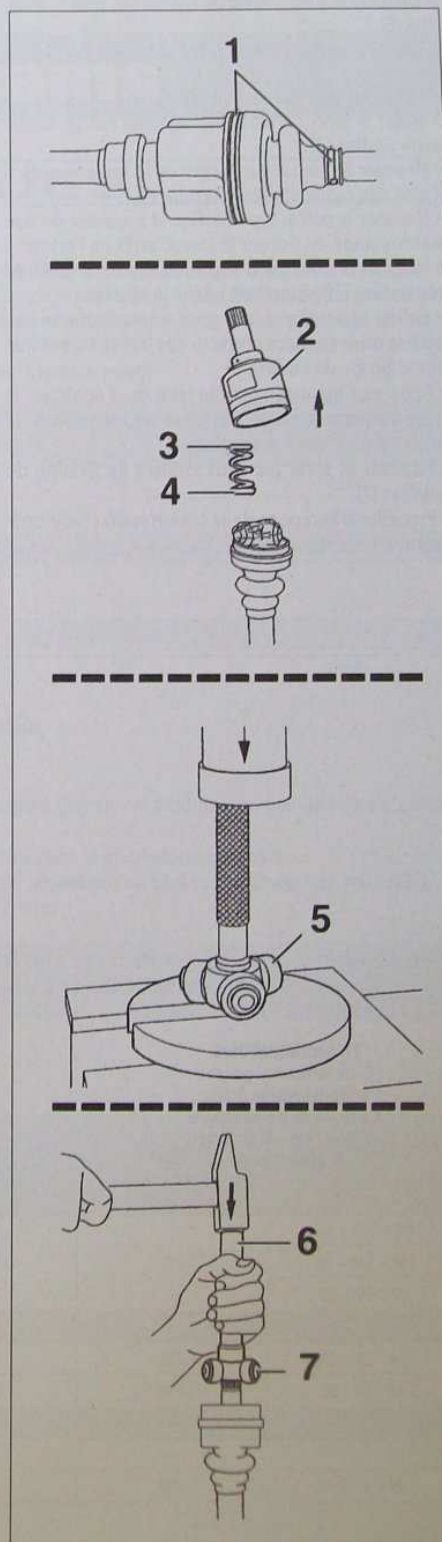

FIG. 1
- Desserrer ou scier et déposer les deux colliers (1) (Fig. 1).
- Déposer la tulipe (2), le ressort (3) et la coupelle (4), tout en maintenant les aiguilles et galets du tripode.
- À la presse, extraire le tripode (5) de l'arbre.
- À l'aide d'un marteau et d'un mandrin (6) de diamètre approprié (par exemple outils Citroën 4101-TC), mettre en place le tripode (7) sur l'arbre.
- Reposer le ressort (3) avec la coupelle (4) et la tulipe (2) sur la transmission.